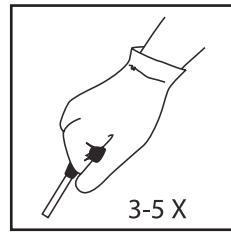

Fig. 17
- 6.** Puxe a corda 3-5 vezes para dar partida no motor (Fig. 17).